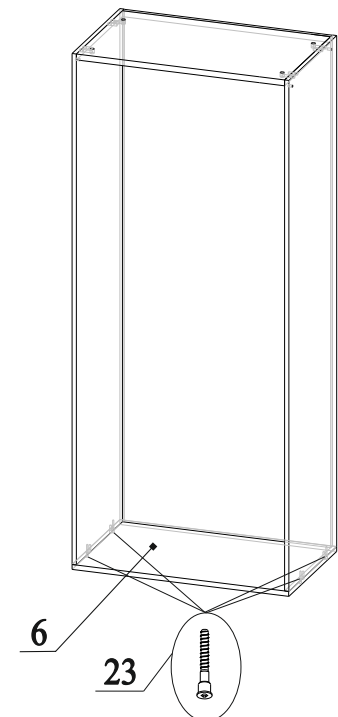

Рис.11
19. Соединить деталь 6 с деталями 4 и 5, закрутив конфирматы 23 (рис.11);